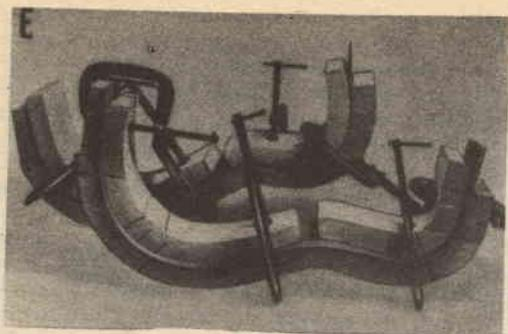

Fig. 6
E) Se i materiali che costituiscono i fondi sono rugosi, sarà necessario lisciarli con la pialla: Per una buona sonorità è preferibile scendere fino allo spessore di 2,5 mm. Per preparare le superfici laterali occorre immergerli in acqua bollente, poi, procedendo speditamente, estrarre le lamine, collocarle sulla forma esterna, sovrapporre i pezzi della forma interna ed applicare le morse (fig. 6).